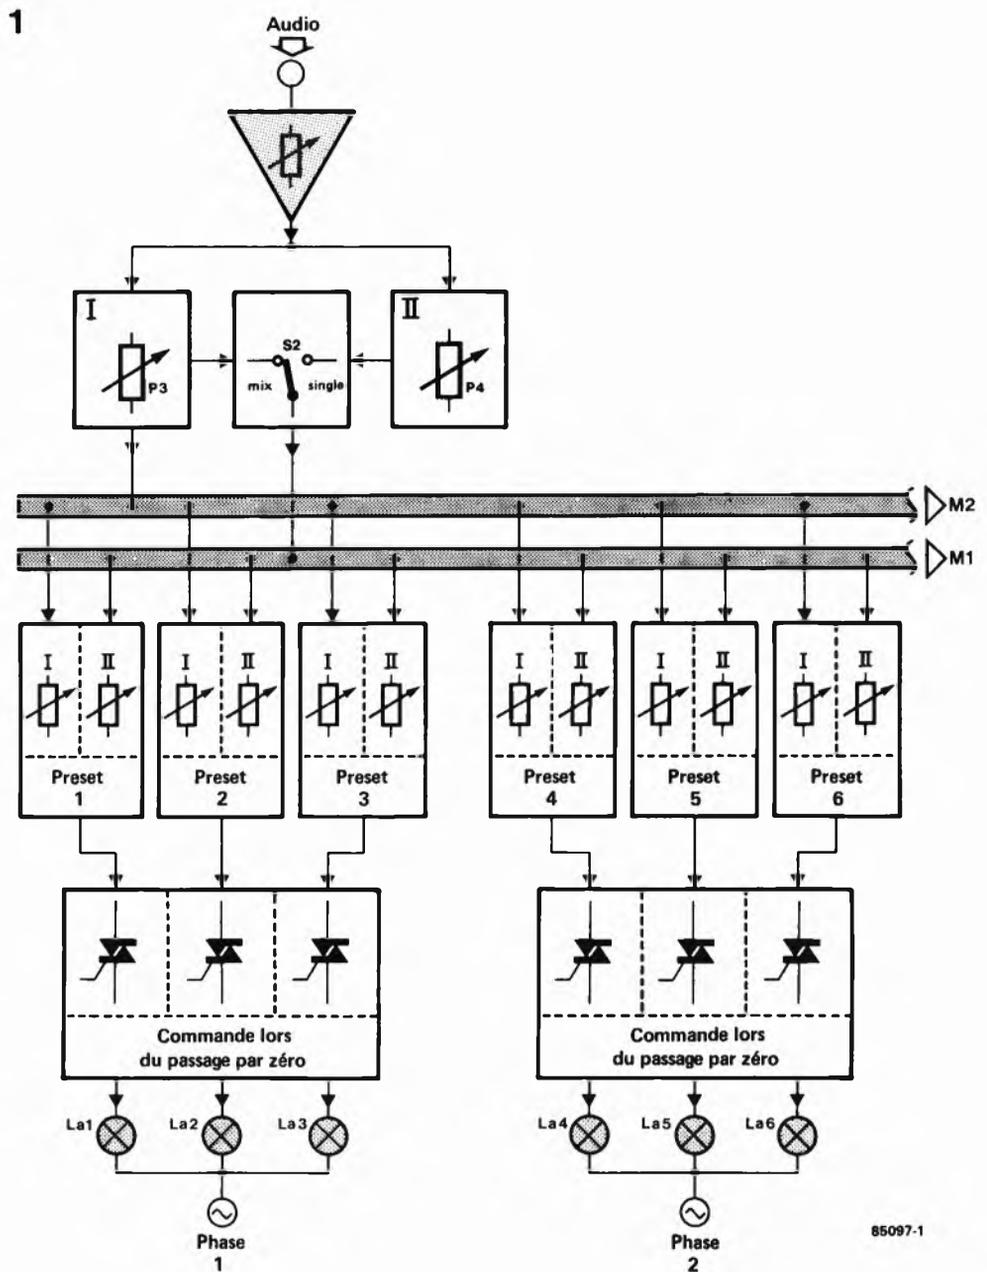

Figure 1. Synoptique de l'ensemble du montage. Les trois étages horizontaux reproduisent la hiérarchie existant entre les différents sous-ensembles.
Figure 2. Schéma du circuit principal. Sa partie supérieure correspond au haut du synoptique de la figure 1. La partie inférieure montre l'alimentation et le générateur de la tension de référence.
Le synoptique de la figure 1 montre les différents sous-ensembles fonctionnels composant Illuminator. On peut y définir trois "étages" superposés. Les deux organes de commande généraux (les blocs I et II), associés à l'entrée audio (avec son électronique) et à un inverseur S2, forment les "combles" de notre montage. S2 sert à passer d'un éclairage à l'autre. En position Single (I), il est possible d'agir séparément sur les potentiomètres des voies I et II. En position Mix (= I + II), seul le potentiomètre I est actif et commande les deux canaux simultanément. L'une des positions extrêmes du potentiomètre I met le canal I en fonction; l'autre butée de ce même potentiomètre active le canal II; en position médiane, on obtient un mixage symétrique des deux canaux. S2 permet de réaliser des fondus enchaînés de toute beauté.